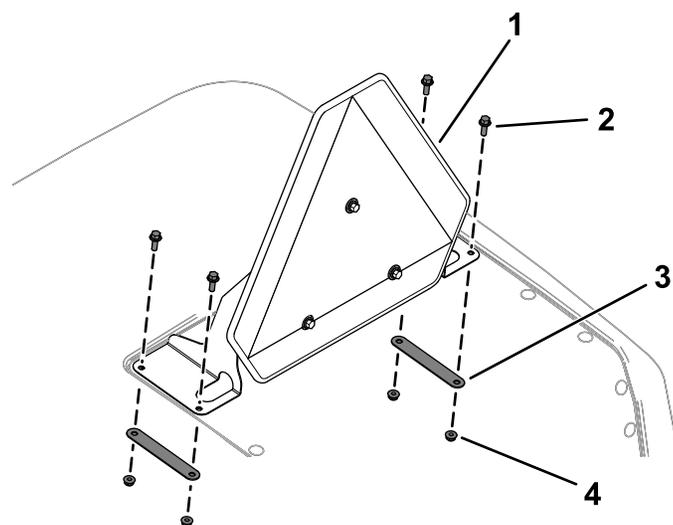

Figure 24
11. Fixez le panneau « véhicule lent » sur le capot à l'aide de 4 boulons à embase ($\frac{1}{4} \times \frac{3}{4}$ po), 2 supports arrière et 4 contre-écrous ($\frac{1}{4}$ po), comme montré à la Figure 24.